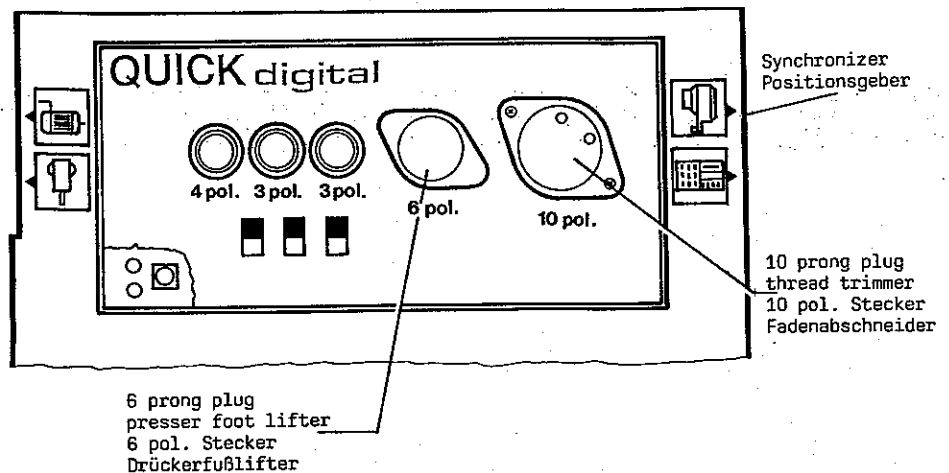

Fig.5
12. Insert the ten prong plug of the thread trimmer drive on the motor (see Fig. 5).
12. Stecken Sie den 10 poligen Stecker des Fadenabschneider-Antriebs am Motor ein (siehe Fig. 5).